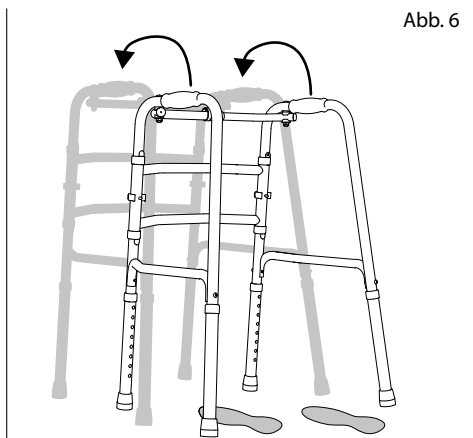

Abb. 6
in questo caso il deambulatore è fisso, ossia durante la camminata si sposta il deambulatore intero (fig. 6, capitolo 4.1).
4. Ora è possibile sollevare il deambulatore e spostarlo di poco in avanti, poi poggiarlo nuovamente al suolo (fig. 6).